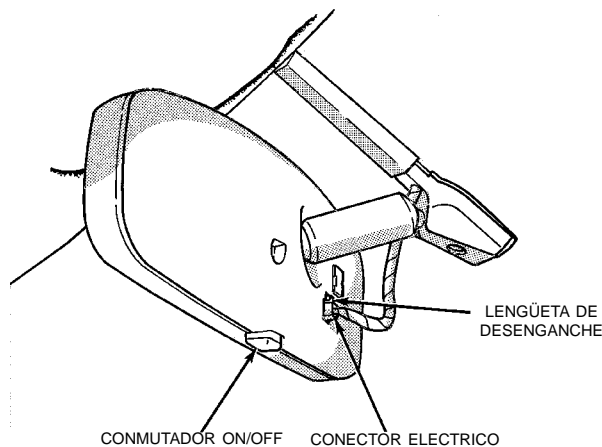

Fig. 2 Desmontaje/instalación del espejo diurno/nocturno automático - característico
(1) Desconecte y aisle el cable negativo de la batería.
(2) Retire la cubierta del mazo de cables, si el vehículo la tiene instalada, tomando con fuerza la parte inferior de la cubierta y deslizándola hacia la parte superior hasta extraerla de la base del espejo (Fig. 2).